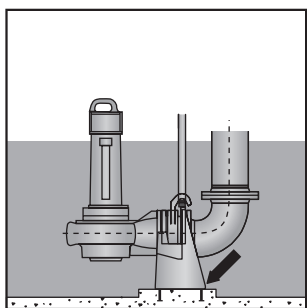
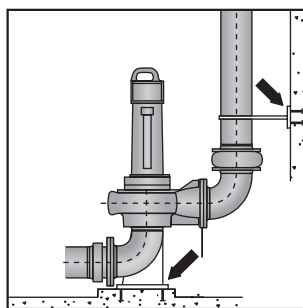

Рис. 3
Рис. 4
3. При стационарном монтаже фиксация насоса должна быть произведена к неподвижному основанию, которое не должно передавать, вызывать и отражать колебания (рис. 3 и 4)
4. Для установки насоса нужно применять устройство погружного монтажа (погружная установка, рис. 3), или опорное фланцевое колено (сухая установка, рис. 4), закрепленное непосредственно на фундаменте станции (или шахты).